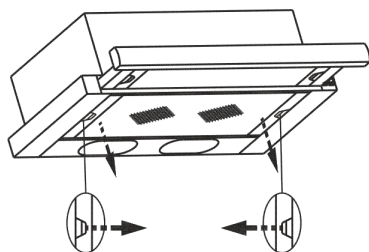

рис. 7
- снимите алюминиевый фильтр (рис. 7);
8.3 Для очистки алюминиевого фильтра извлеките его из вытяжки (рис. 7) и произведите его очистку с помощью щетки водным раствором нейтрального моющего средства вручную или в посудомоечной машине (при 60°C). Сильно загрязненный фильтр не следует мыть в посудомоечной машине.
- снимите алюминиевый фильтр, для этого нажмите на пружинный замок на фильтре и потяните его вниз и на себя (рис. 7);